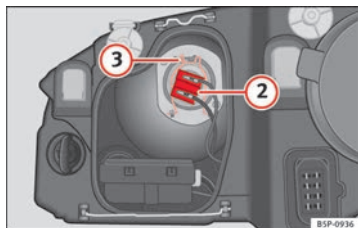

Fig. 185 Luz de cruce.
- Extraiga el conector ⇒ fig. 185 ② de la lámpara.
- Desenganche el resorte retentor ⇒ fig. 185 ③ presionándolo hacia dentro y a la derecha.